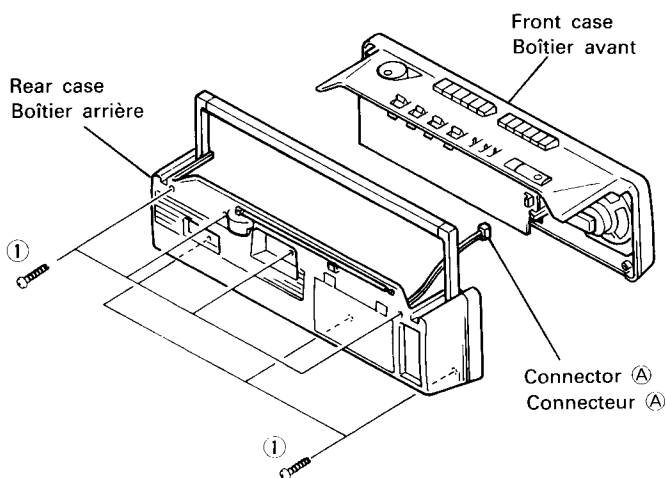
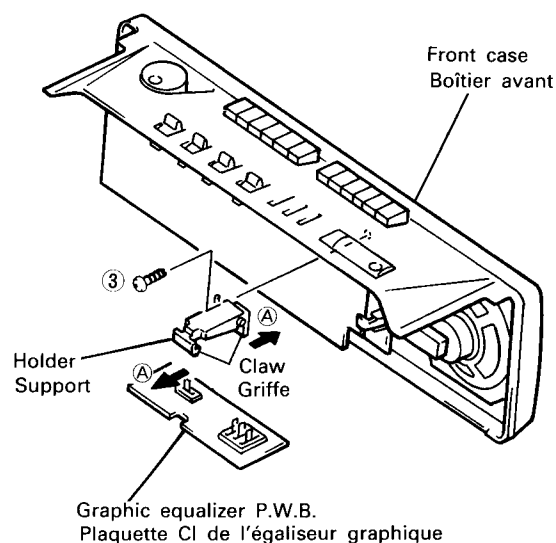

Fig. 1
Fig. 3
1. Rear case (Fig. 1)
2. Power supply P.W.B. (Fig. 1, 2)
After removing the rear case (Fig. 1), remove two screws ②.
3. Graphic equalizer P.W.B. (Fig. 1, 3)
After removing the rear case (Fig. 1), remove one screw ③, release the two claws of the holder in the direction of the arrow ① and remove the graphic equalizer P.W.B. (Note: The graphic equalizer P.W.B. is connected to the Main P.W.B. by a wire. Because the wire may be broken by pulling the P.W.B.. Be careful of this.)
4. Main P.W.B. (Fig. 1, 3, 4)
After removing the rear case (Fig. 1), remove the graphic equalizer P.W.B. (Fig. 3). Remove two connectors ② and two more connectors ③ connected to the front case (cassette mechanism), as well as one connector ④ connected to the LED P.W.B.; release the claw in the direction of the arrow ②.
6. Cassette chassis (Fig. 1, 3, 4, 5)
After removing everything up to the main P.W.B. via Fig. 1, 3 and 4, remove two screws ④, remove the holder, and remove six screws ⑤. At this time, remove eight screws ⑥ on the speakers (one each on the left and right) and remove the cassette chassis.
7. LED P.W.B. (Fig. 1, 3, 4, 5, 6)
After removing the cassette chassis (Fig. 1, 3, 4 and 5), remove one screw ⑦ and release three claws in the direction of the arrow ④.
1. Boîtier arrière (Fig. 1)
2. Plaquette CI d'alimentation (Fig. 1, 2)
Après avoir retiré le boîtier arrière (Fig. 1), enlever les deux vis ②.
3. Plaquette CI d'égaliseur graphique (Fig. 1, 3)
4. Plaquette CI principale (Fig. 1, 3, 4)
Après avoir retiré le boîtier arrière (Fig. 1), retirer la plaquette CI de l'égaliseur graphique (Fig. 3).
6 Châssis de cassette (Fig. 1, 3, 4, 5)
Après avoir effectué tous les retraits jusqu'et y compris la plaquette CI principale, comme indiqués aux Fig. 1, 3 et 4, enlever les deux vis (4), le support et les six vis (5). Enlever ensuite les huit vis (6) des haut-parleurs (à gauche et à droite) et retirer le châssis de cassette.
7. Plaquette CI de LED (Fig. 1, 3, 4, 5, 6)
Après avoir retiré le châssis de cassette (Fig. 1, 3, 4 et 5), enlever la vis (7) et ouvrir les trois griffes dans la direction de la flèche (D).